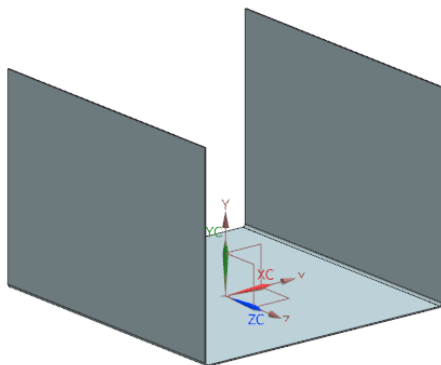

图 7-89 创建轮廓弯边
(3) 在“轮廓弯边”对话框中，单击 按钮，如图 7-89 所示。